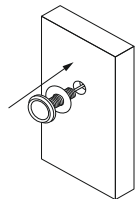

fig. 1/rys.1/Abb. 1/
3. С наружной стороны двери вставить в отверстие наружную камеру и большую резиновую подкладку и осторожно протянуть ленточный провод (рис. 1).
Dessin 1/Рис. 1/obr. 1
3. De l'extérieur de la porte, insérer la caméra extérieure et le plus grand tampon en caoutchouc dans l'ouverture et tirer avec précaution le câble plat à travers de l'ouverture (fig. 1).
3. Setzen Sie von der Außenseite der Tür die Außenkamera und die größere Gummischeibe ein und ziehen Sie vorsichtig am Flachbandkabel (Abb. 1).
3. Od zewnętrznej strony drzwi włóż w otwór kamerę zewnętrzną oraz większą gumową podkładką i ostrożnie przeciągnij przewód taśmowy (rys. 1).